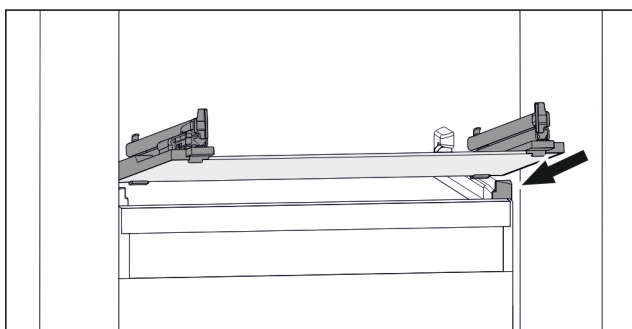

Fig. 107 Exempel på glashylla
- Sätt på glashylla i vinkel bakom stoppklackarna. (se Fig. 107)